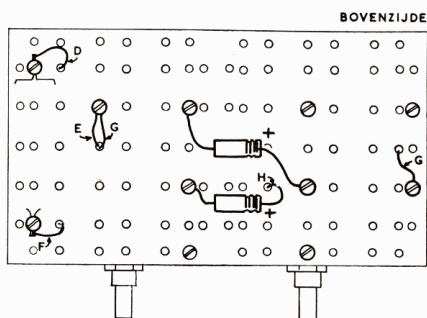

Fig. B 16
8. Sluit de diode OA 79 aan en let daarbij op het witte ringetje, dat aan de zijde van de potentiometer moet komen. Sluit daarna ook de condensator aan en leg vervolgens de draden, die gemerkt zijn met A, B en C. De leidingen D, E, F en G worden nu gevoerd door gaten in de bruine isolatieplaat en aan de andere zijde hiervan aangesloten. Kijk voor het monteren van deze draden daarom vast naast figuur B 16, daar vind je dezelfde letters weer terug.
9. Breng deze twee elektrolytische condensatoren aan, zoals in fig. B 16 is getekend. Eén aansluitdraad van één van deze twee condensatoren is gemerkt met H. In de tekening B 14 vind je deze aansluitdraad met dezelfde letter gemerkt terug.